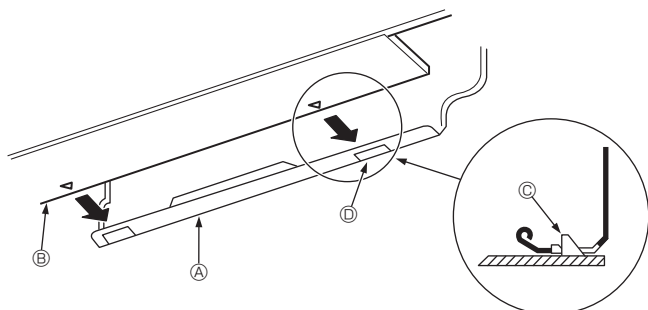

Fig. 3-15
3. Hæng den øverste del af indendørsenheden på monteringspladen ① mens kølerørene og drænslangen føres ind i hullet i væggen (gennemgangsmuffen).
5. Fastgør den ved at trykke den nederste del af indendørsenheden fast på monteringspladen ①. (Fig. 3-15)
- \* Kontrollér, at grebene i bunden af indendørsenheden sidder sikkert fast i monteringspladen ①.
- ① Monteringsplade
- ② Indendørsenhed
- ③ Krog
- ④ Firkant